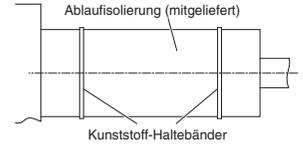

Abb. 3-25
- (2) Nach Kontrollieren des Abföhrs das mitgelieferte Abdichtmaterial und die Isolierung um das Rohr wickeln, dann mit den mitgelieferten Halteklammern sichern. (Abb. 3-25)